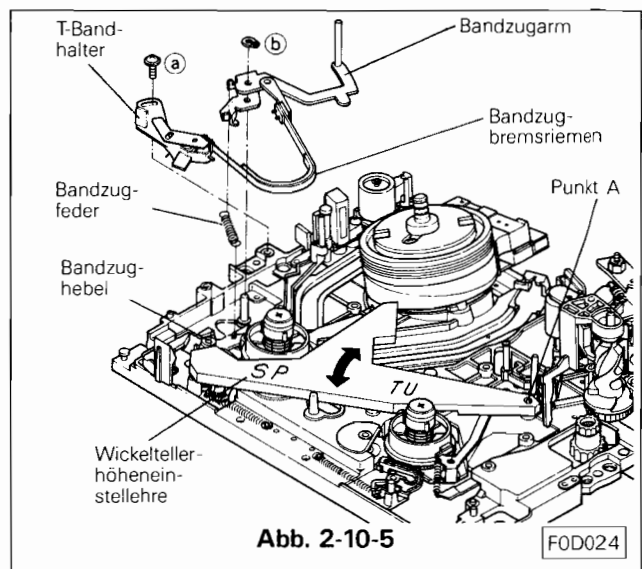

Abb. 2-10-5
- F. Den Bandzugarm auf die Achse aufsetzen und mit Sicherungsring ⑥ sichern. (Siehe Abb. 2-10-5)
- G. Bandzugfeder zwischen Bandzughebel und Bandzugarm einsetzen. (Siehe Abb. 2-10-5)
- H. Das T-Band vorsichtig auf das Chassis aufsetzen und den Halter mit Schraube ⑨ leicht befestigen. Beachten Sie, daß das Bremsband frei von Schmutz oder Fett ist. (Siehe Abb. 2-10-5)